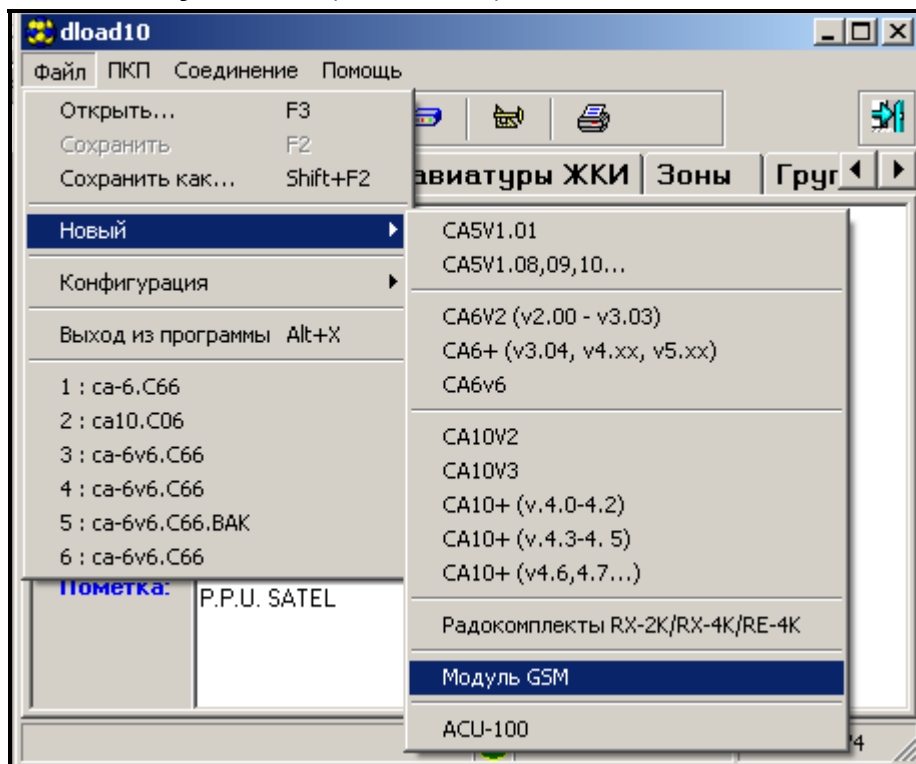

Рисунок 7.
1. Откройте окно с данными модуля, выбрав из меню программы **Файл→Новый→Модуль GSM** (см.: Рис. 7).